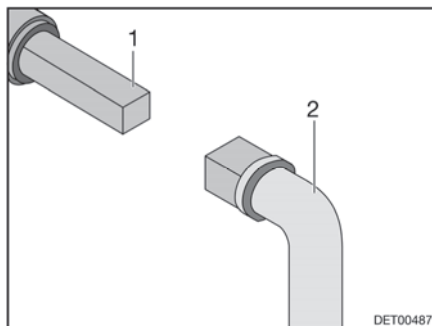

Bild 147 Handhavande avloppsventil
- Sätt nyckeln (Bild 147,2) mot fyrkanten (Bild 147,1).